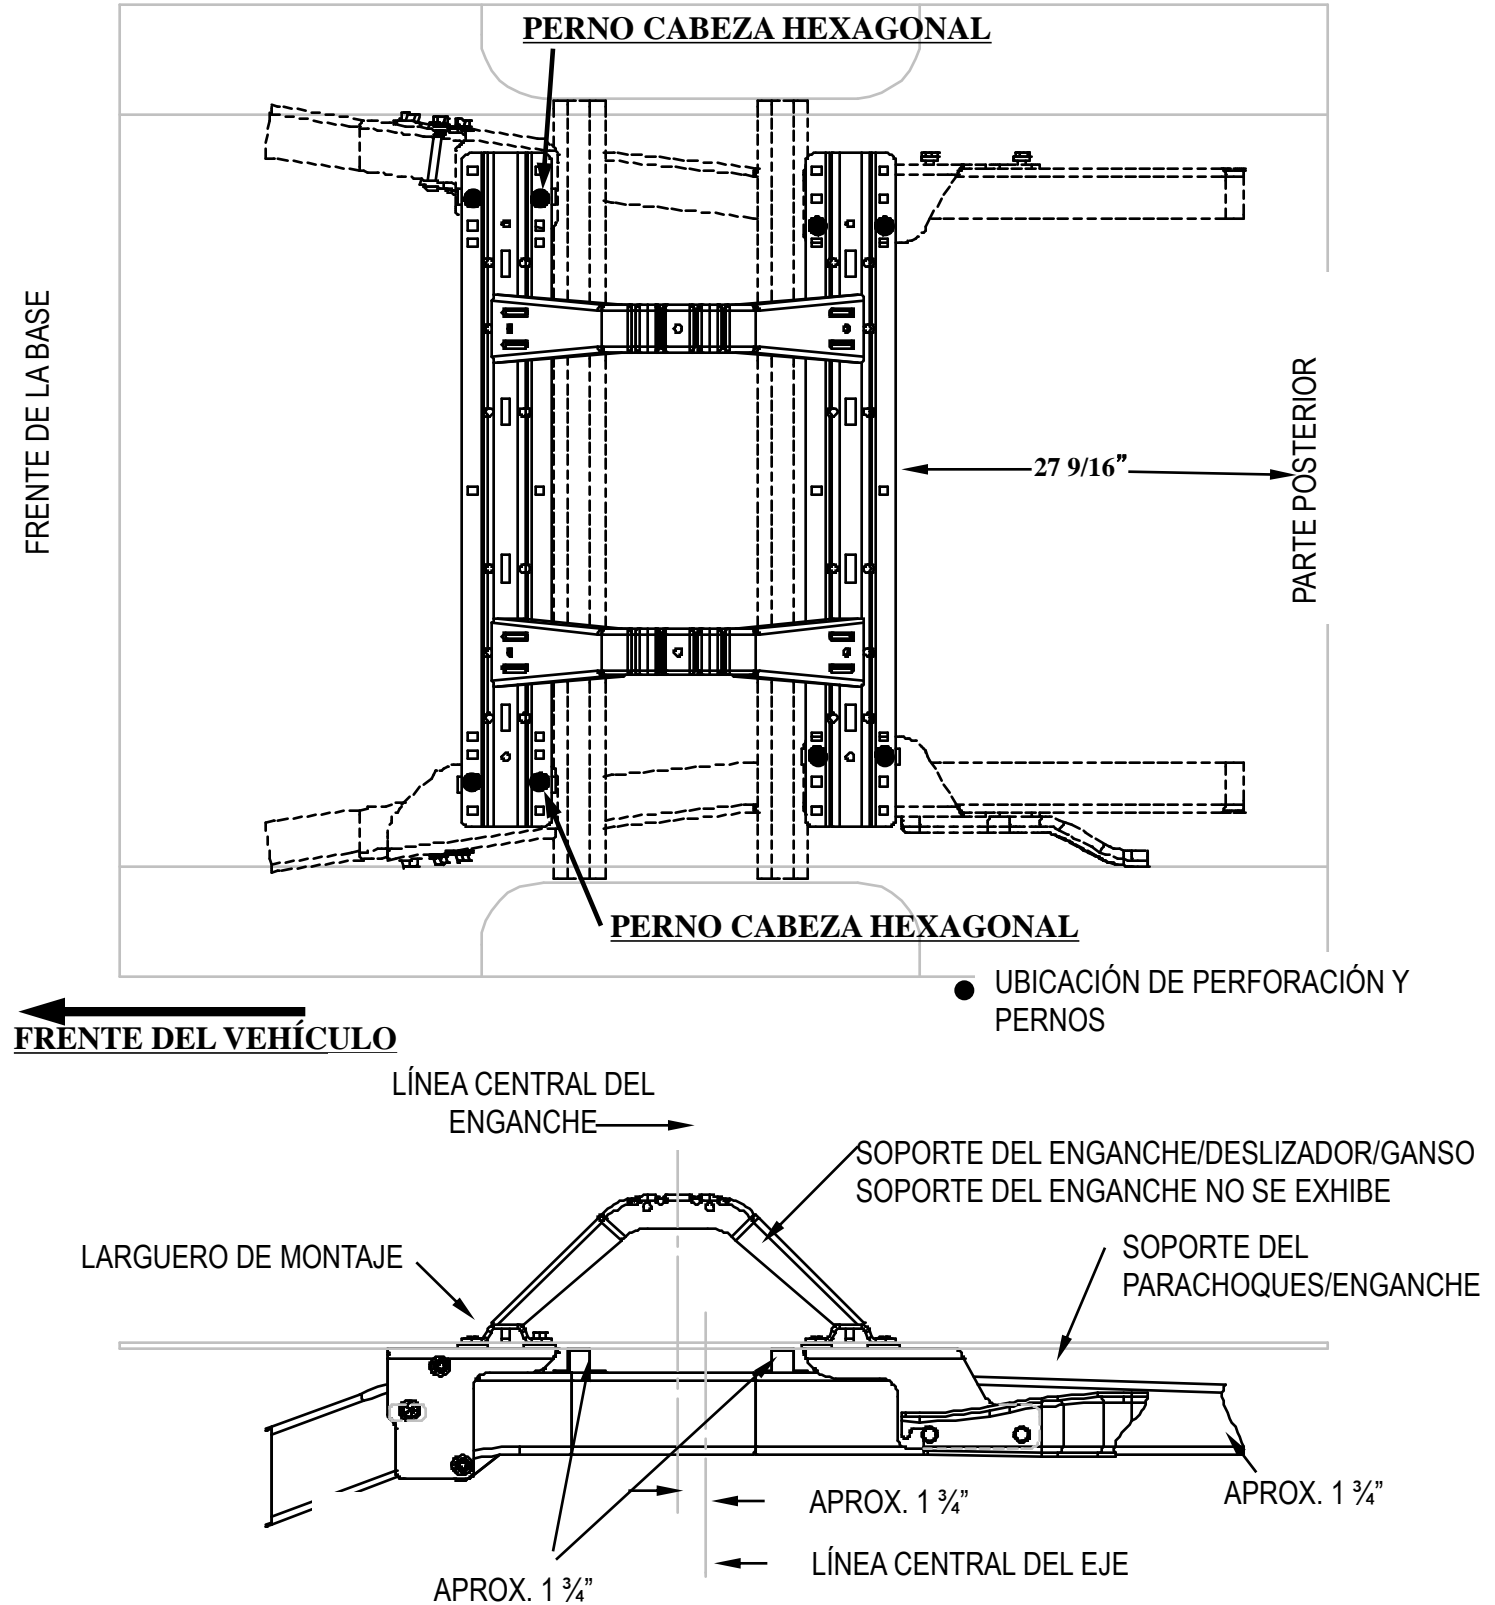

Figura 3
4. Con el soporte del parachoques/enganche rotado hacia abajo para dar espacio a los soportes del bastidor (10) y (11), coloque los soportes del bastidor (10) y (11) en al bastidor del vehículo. Gire el soporte del bastidor del parachoques/enganche de nuevo hacia su lugar y sin apretar instale los pernos de 14m (14) con arandelas de bloqueo de 9/16" (15). **Nota:** El soporte del bastidor (10) y (11) debe meterse entre el bastidor del vehículo y el soporte del parachoques/enganche.
5. Coloque el larguero de montaje posterior en la caja del vehículo, usando la cinta de medir, centre el larguero entre las costuras de soldar a lo largo del piso del vehículo y la distancia correcta desde el borde posterior del vehículo como se ilustra en la Figura 3.
6. Marque y perforo los orificios según la Figura 3. Mueva el larguero del camino y perforo cada posición con una broca de 1/8". **Advertencia: Al perforar los orificios tenga en cuenta los riesgos potenciales para los componentes del vehículo y tome las medidas necesarias para protegerlos de daños.**
7. Revise que los orificios perforados de 1/8" se alineen con las ranuras de los soportes del bastidor traseros (10) y (11).
12. Marque y perforo los orificios según la Figura 3. Mueva el larguero del camino y perforo cada posición con una broca de 1/8". **Advertencia: Al perforar los orificios tenga en cuenta los riesgos potenciales para los componentes del vehículo y tome las medidas necesarias para protegerlos de daños.**
13. Gire los soportes delanteros del lado del conductor (8) y del lado del pasajero (9) hacia su lugar en el exterior del larguero del bastidor del lado del conductor, de manera que los orificios de los pernos superior e inferior mantengan la distancia arriba y abajo del bastidor, mientras que el orificio del centro se alinea con la ranura del bastidor existente. Colocando la parte superior del soporte contra la base del vehículo. Revise que los orificios perforados de 1/8" se alineen con las ranuras en los soportes frontales del bastidor (8).
- Inserte un perno de carruaje de 1/2" x 5 1/2" (4) a través de cada orificio cuadrado en una correa del soporte (12) de manera que el perno se deslice cómodamente a su posición.
- Comenzando con el orificio de montaje delantero primero en el lado del conductor, coloque la correa (12) y los pernos (4) por dentro del bastidor de manera que los pernos se deslicen a través de los orificios de la correa superior e inferior en el soporte.
- Instale la arandela cónica de 1/2" (1) y la tuerca de 1/2" (7). (Apriete a mano únicamente)
- Instale el perno de 5/8" x 1 3/4" (5) con la arandela plana (3) a través de los soportes del bastidor (8)(9) y el bastidor, instale la arandela cónica de 5/8" (2), soporte en S (13) (lado del conductor únicamente) y tuerca de 5/8" (6). (Apriete a mano únicamente)